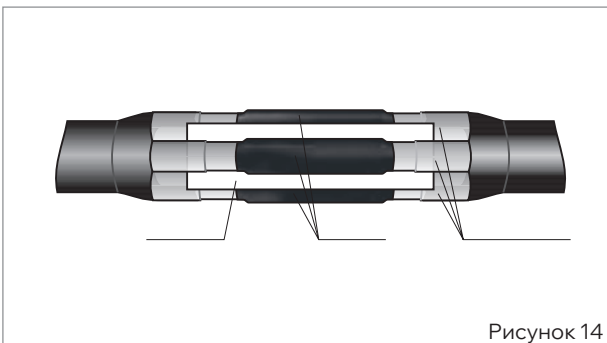

Рисунок 14
■ Вставить между жилами кабелей изолирующую распорку симметрично относительно центра муфты (рис. 14).